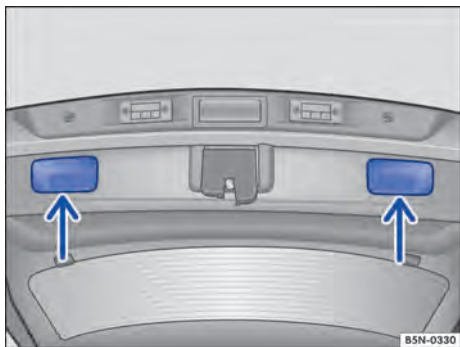

Fig. 36 Tampa traseira aberta: rebaixos para puxar.
- Segurar em um dos rebaixos do revestimento interno da tampa traseira ⇒ Fig. 36 (setas).